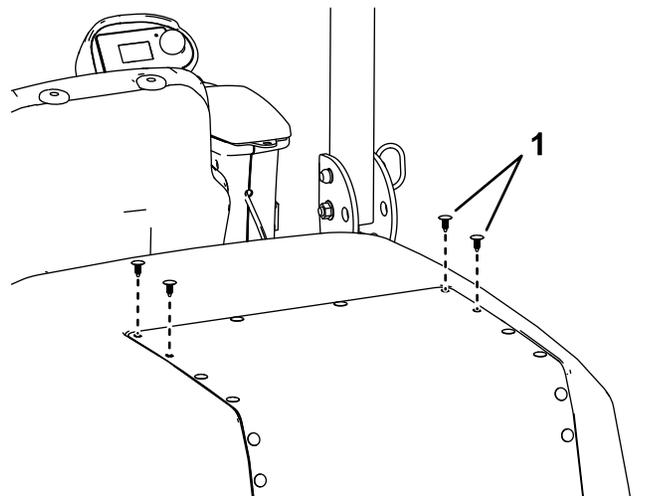

Figura 1
1. Retire 4 remaches de plástico del capó, como se muestra en la Figura 1.